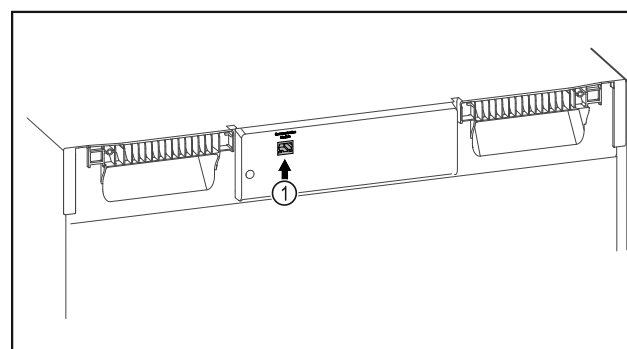

Fig. 121
- SmartModule Fig. 121 (1) ist eingesetzt.